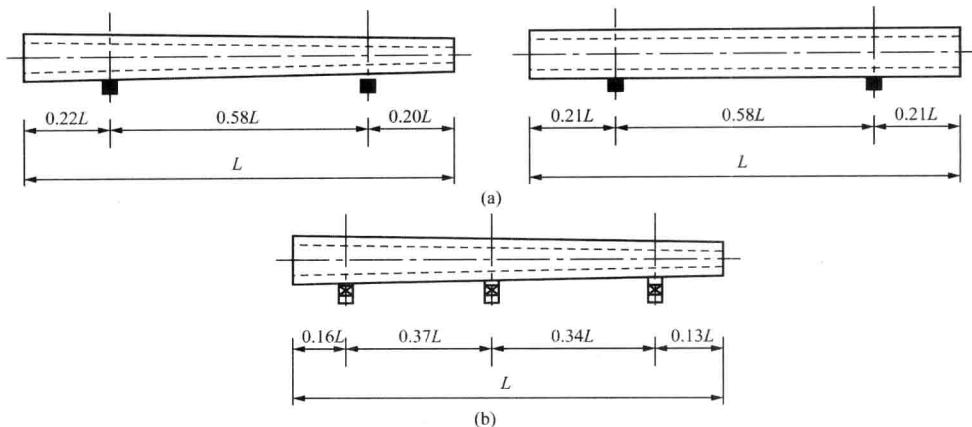

图 1-1 电杆堆放支撑
2) 电杆应根据杆长的不同，分别采用两支点或三支点堆放。杆长小于或等于 12m 时，应采用两支点支撑；杆长大于 12m 时，应采用三支点支撑。电杆支点位置如图1-1所示。